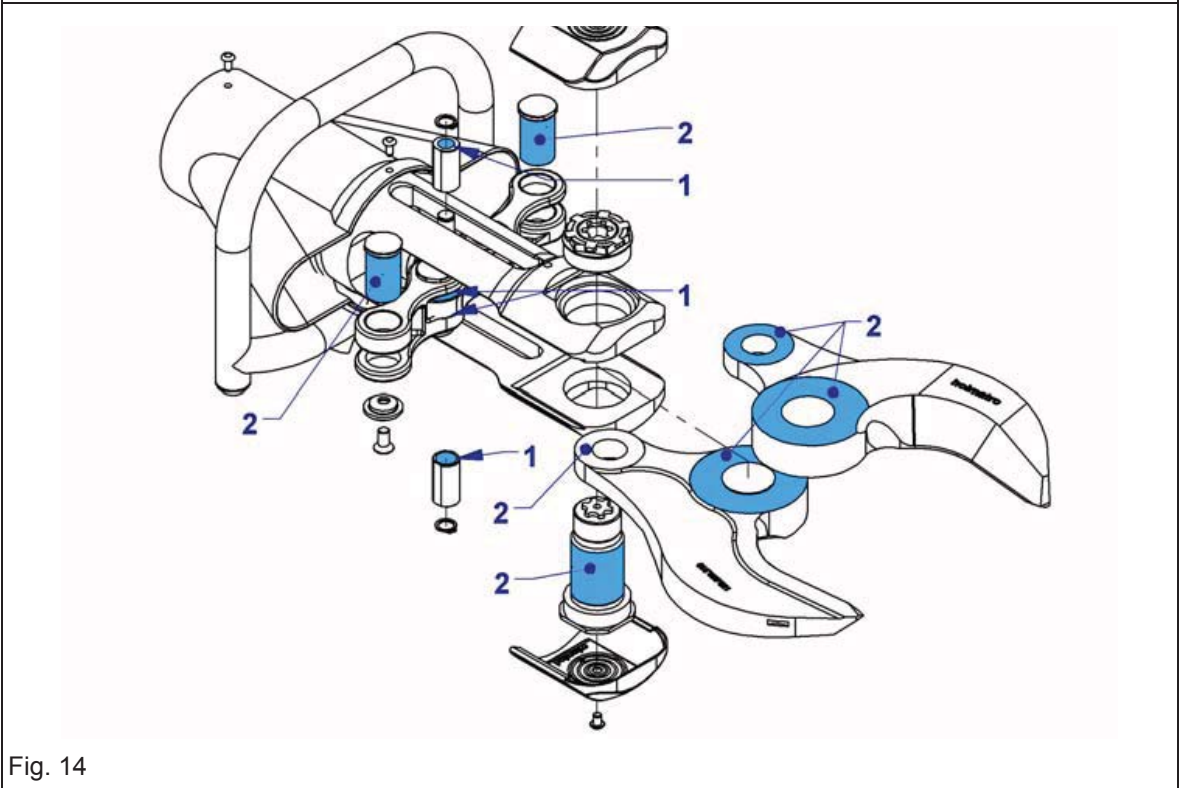

Fig. 14
参见 Fig. 14。
- 只使用特氟龙喷剂喷涂所示区域 (Fig. 14/1)。
- 在所示区域 (Fig. 14/2) 覆上一层薄薄的 Molykote BR2 润滑脂。